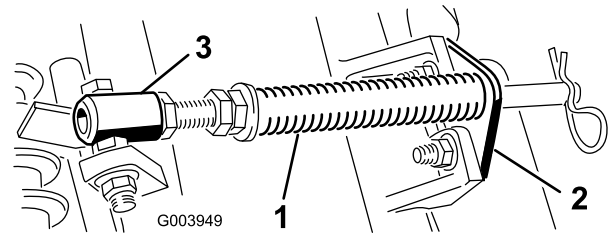

图 4
- A. 拆下把杆支架固定到滚刀组凸耳上的 2 个车身螺栓和螺母图 4。
- B. 拆下将弹簧套管栓固定到承载架凸耳(图 4)上的凸缘螺母拆下组件。
注意 将螺栓头朝向凸耳外侧如图 4 所示。